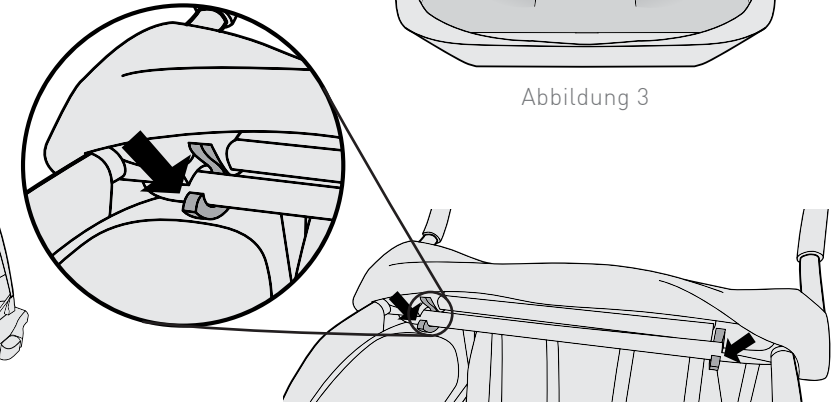

Abbildung 4
2. Heben Sie die Abdeckung von der Vorderseite des Kinderanhängers an, drücken Sie die gelben Entriegelungsriegel und ziehen Sie den hinteren Rahmen durch (Abbildung 4).